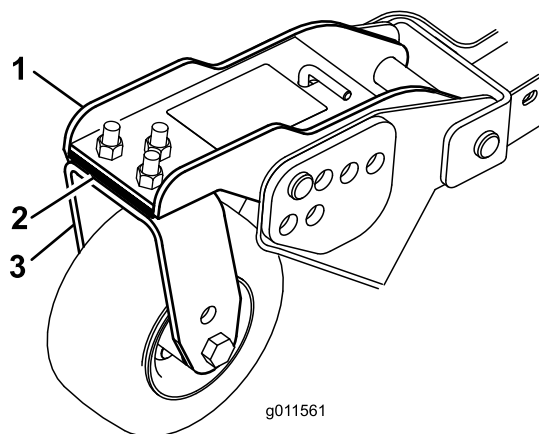

Figura 27
3. Regolate gli spessori (3 mm) sul braccio (o bracci) della ruota orientabile, finché l'altezza di taglio non corrisponde al valore riportato sull'adesivo (Figura 27).